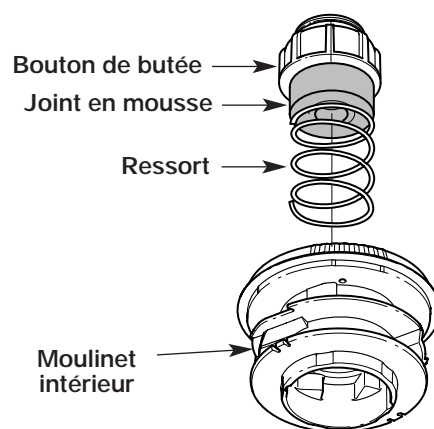

Fig. 20
1. Retirez le bouton de butée, le ressort et le joint en mousse en tournant le bouton de butée à gauche (Fig. 20).
4. Maintenez le moulinet intérieur et installez le bouton de butée, le ressort, et le joint en mousse en poussant le bouton de butée vers le bas et en le tournant à droite. Saisissez les extrémités et tirez fermement pour dégager le fil des fentes de retenue du moulinet intérieur (Fig. 20).
2. Tirez le bouton de butée, le ressort et le joint en mousse (Fig. 20).
7. Placez le bouton de butée, le ressort et le joint en mousse dans la bobine extérieure (Fig. 20).